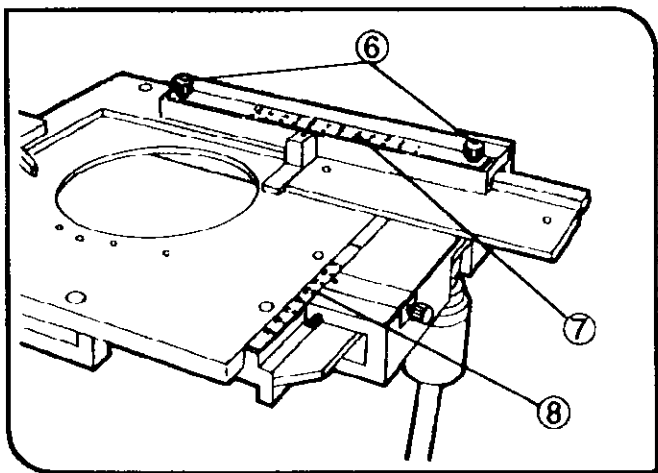

图 88
- ⑤ IX MVR 机械式载物台带有标尺，用于 96 孔滴定板。
- 1. 拧松载物台 X 轴导轨的两个固定旋钮(6)。将刻度尺数字正确定位后，将 X 轴刻度尺(7)装在导轨上。然后，拧紧固定旋钮（图 88）
- 2. 将刻度尺数字正确定位后，将 Y 轴刻度尺(8)装在载物台 Y 轴导轨顶部。这个刻度尺靠磁力吸附。（图 88）